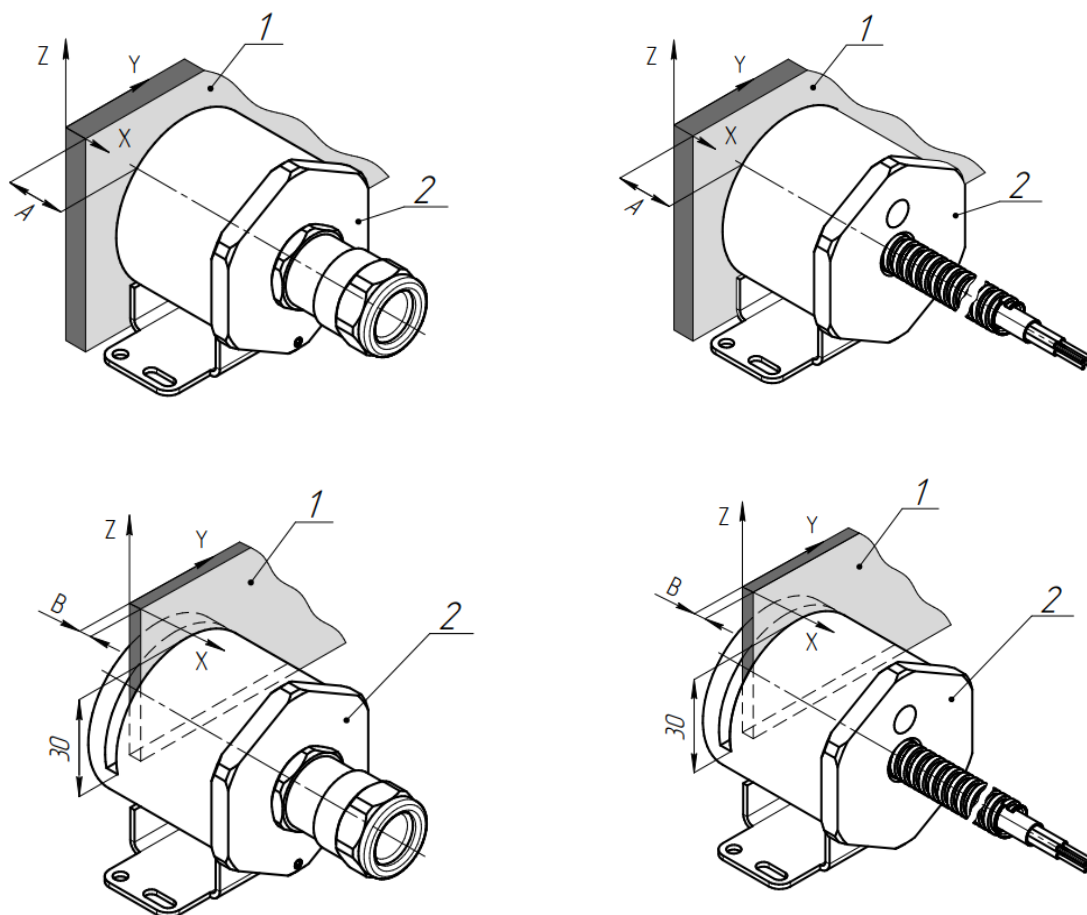

Рис.3 Функциональная схема работы Ex IO 102 «МОНОБЛОК» (1 - контролируемый объект, 2 – извещатель)
4.3 Функциональная схема работы Ех ИО 102/1 «МОНОБЛОК» показаны на Рис.3.